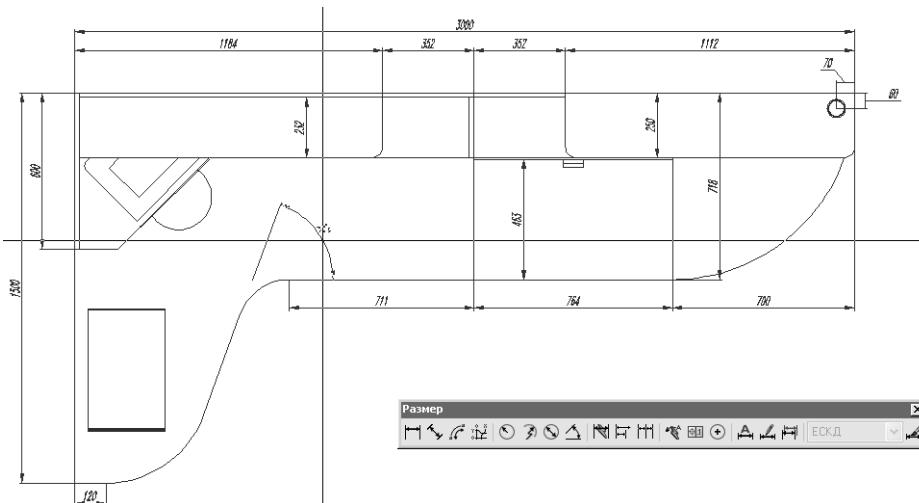

Рис. 12.23 ▶ Та же надпись после изменения масштаба
4. После изменения масштаба вы увидите, что интересующий нас объект представляет собой надпись Вн-ссылка Work121.dwg (Xref Work121.dwg) (рис. 12.23).